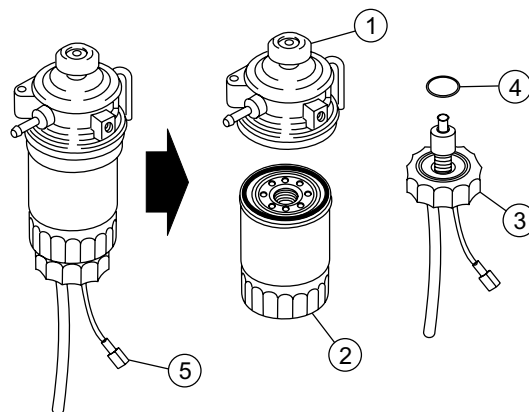

Bild 15. Bränslefilter
- Byt motorns bränslefilter (bild 15) varje 800 timmar. Se din motors bruksanvisning för specifika detaljer för att utföra den här åtgärden.